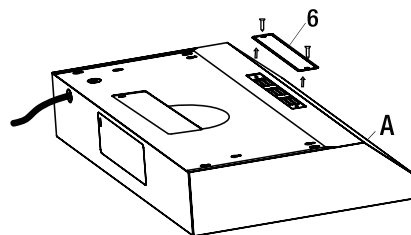

Fig. 12
- Dans le cas d'une ventilation intérieure, dévisser les 2 vis qui maintiennent le couvercle (6) en place et retirer le couvercle comme indiqué à la Fig. 12. NE PAS RETIRER D'AUTRES COUVERCLES DE TROUS D'AÉRATION.